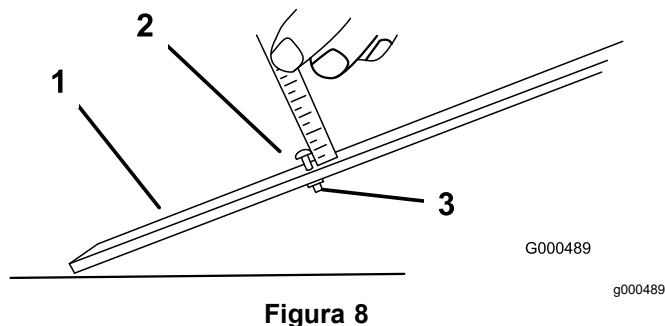

Figura 8
1. Desaperte a porca da barra indicadora e regule o parafuso de ajuste para a altura de corte desejada (Figura 8).